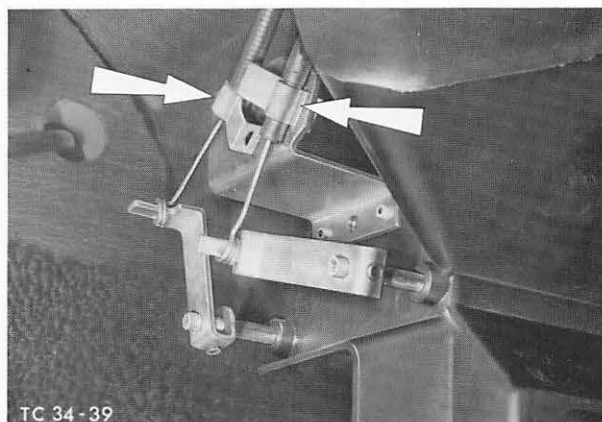

Abb. 43 Bowdenzüge vom Verteilerkasten abbauen
3. Bowdenzüge vom Luftverteilerkasten abmontieren. Abb. 43.